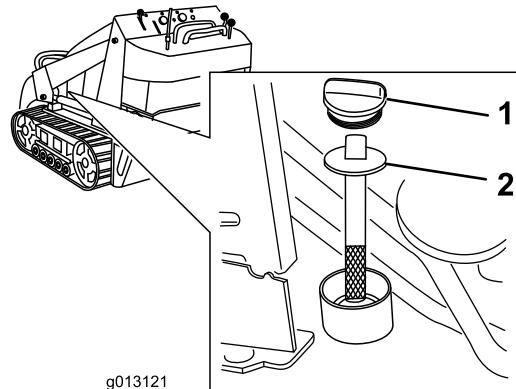

Figura 61
5. Limpie la zona alrededor del cuello de llenado del depósito de aceite hidráulico (Figura 61).
6. Retire el tapón del cuello de llenado y compruebe el nivel de fluido en la varilla (Figura 61).